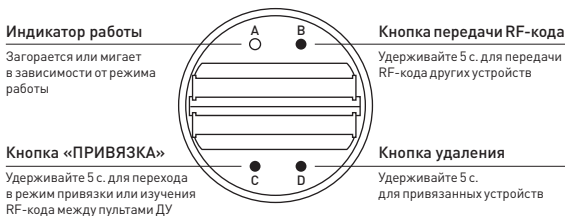

Рис. 3. Назначение кнопок
- 3.3. Ознакомьтесь с назначением кнопок (см. рис. 3).